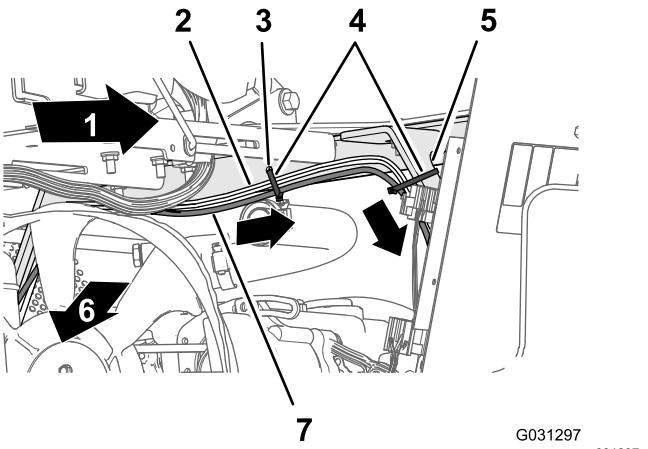
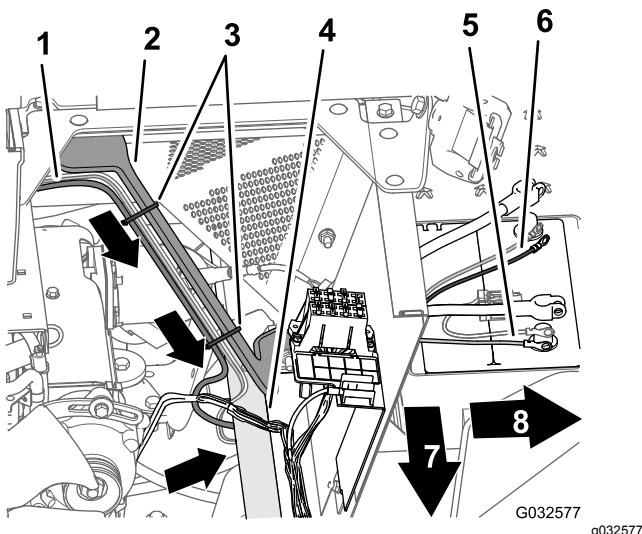

Figura 139
Figura 140
4. Fissate il cablaggio al foro nell'angolo della cassetta del sedile e al supporto della copertura del motore con 3 fascette per cavi (Figura 139 e Figura 140).
3. Disponete la diramazione da 220 cm del cablaggio elettrico per il sistema di navigazione verso il basso lungo il supporto sinistro della copertura del motore e sotto il tubo del telaio di sinistra (Figura 139).
5. Disponete il fusibile da 10 A e i terminali ad anello positivo e negativo della diramazione di 220 cm (86-5/8 poll.) del cablaggio elettrico per il sistema di navigazione sulla parte superiore della batteria (Figura 140).